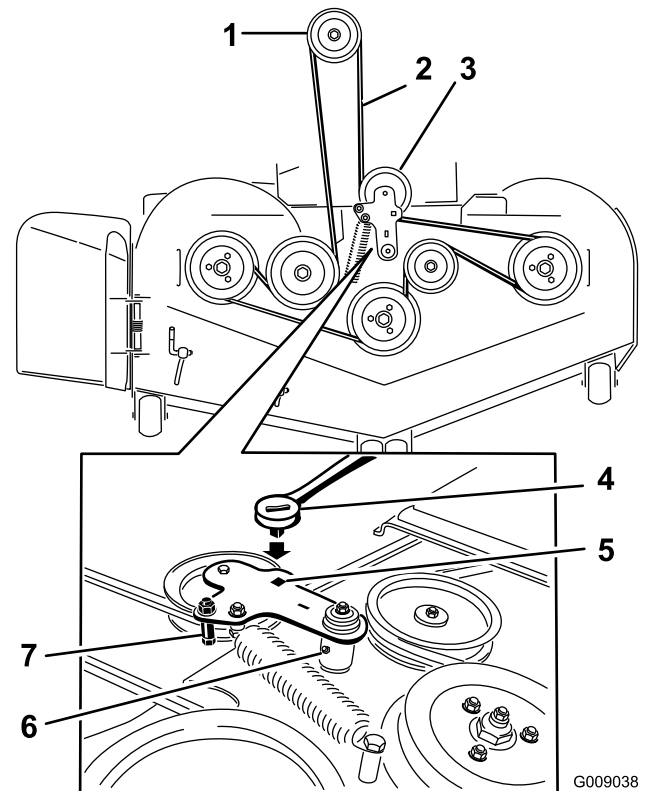

**Figure 75**
4. Retirez les couvercles de courroie (Figure 75).